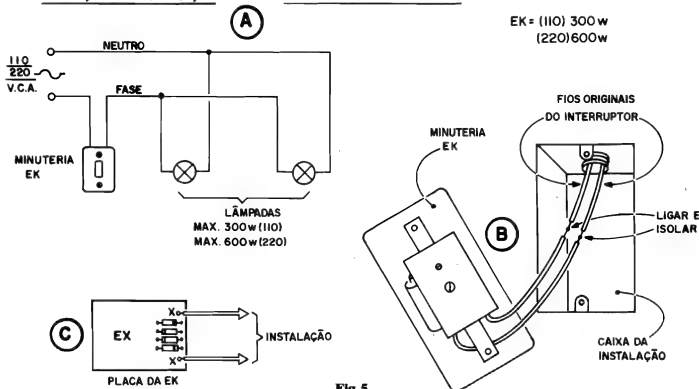

Fig.5
- FIG. 5 - INSTRUÇÕES PARA A INSTALAÇÃO - Nos três diagramas da figura, temos importantes informações visuais para a correta instalação da EK, que devem ser observadas com atenção: